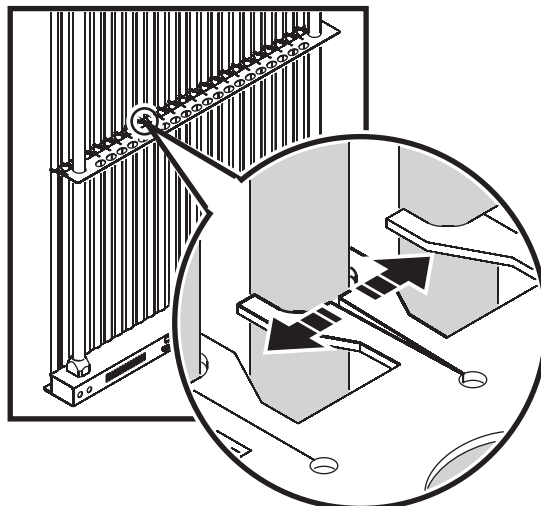

Figura 20: rilasciare un tubo a LED
2. Vedere Figura 20. Inserire un cacciavite piatto a punta larga nella fessura in ogni staffa di plastica libera immediatamente dietro il tubo che desidera rimuovere. Ruotare molto lentamente il cacciavite per rilasciare il tubo nella fessura per fare in modo che venga spinto in avanti fuori dalla staffa.